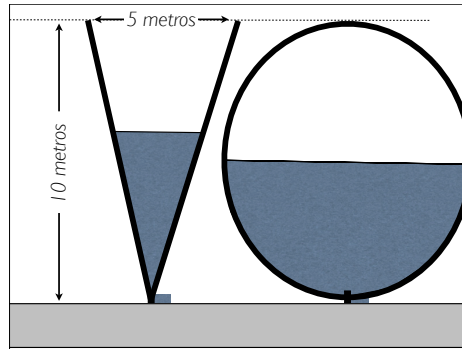

Figura 4: Densidad lineal pasando por la espita
1.2 Depósito cónico y esférico. Repetir el apartado anterior suponiendo que se tratan de depósitos esféricos y cónicos como el de la figura 4